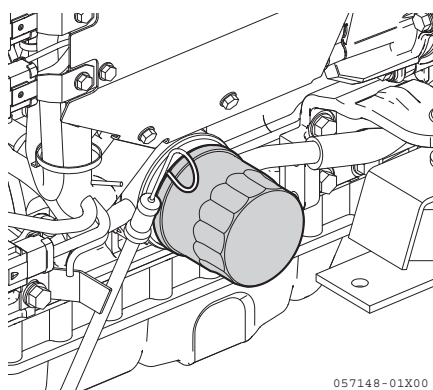

Figure 2
3. Retirez le filtre à huile du moteur (**Figure 2**) avec une clé à filtre (tournez dans le sens inverse des aiguilles d'une montre).